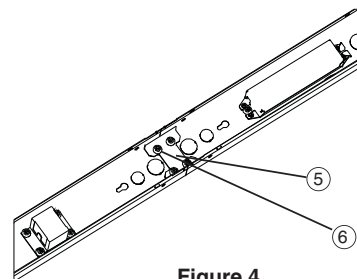

Figure 4
10. **Fixez le support de montage** en rangée continue (9) comme illustré à la figure 4.
12. **Couper le câble d'alimentation à la longueur** désirée. Dénuder les fils noir et blanc à l'aide d'un dénudeur de fil pour dégager de 3/8 à 7/16 po de fil métallique. **Voir la Fig. 4.**
10 Attach continuous row bracket (9) as seen in Figure 4.